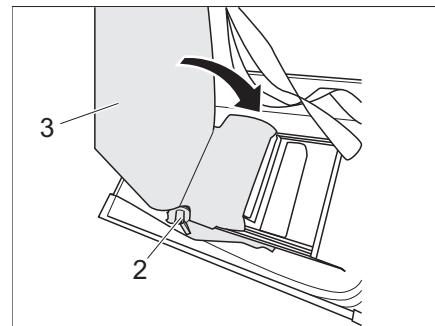

Fig. 226 Guardar el respaldo del asiento en el banco de asiento
- Accionar la palanca 1 (Fig. 226,2) y plegar el respaldo del asiento (Fig. 226,3) hacia adentro.